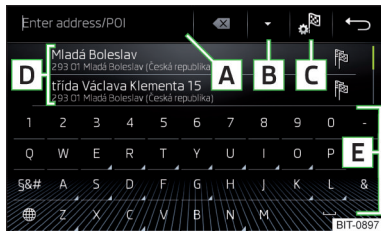
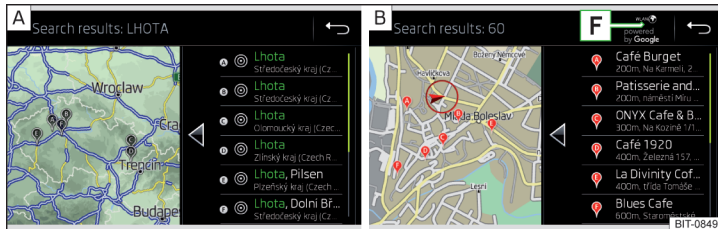

Fig. 212
Fig. 213 Lista de los destinos solicitados: en los datos de navegación / online
Superficies de función » fig. 212 y » fig. 213
En el área **D** » fig. 212 se muestra una lista de los destinos solicitados.
- ▶ : Pulsar la superficie funcional **B** » fig. 212.
- Los destinos solicitados en los datos de navegación » fig. 213 - **A**.
- Los destinos solicitados online » fig. 213 - **B**.